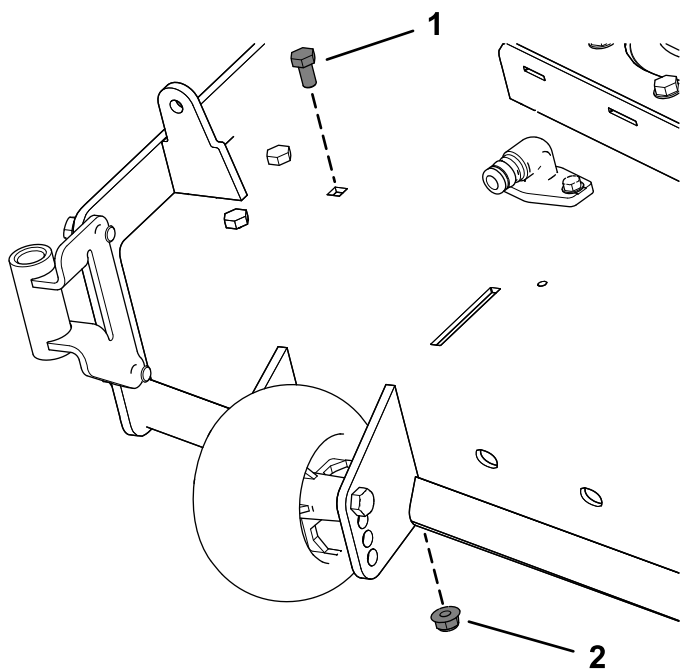

Рисунок 8
2. Снимите имеющиеся болт и гайку с деки газонокосилки (Рисунок 8).
Для деки газонокосилки размером на 54 дюйма снимите болт и гайку, как показано на Рисунок 8.